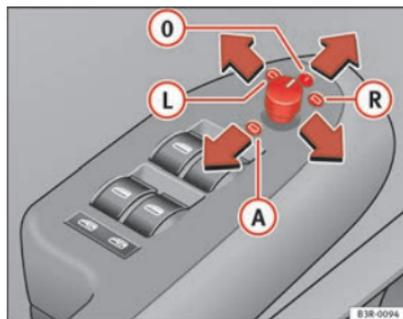

Fig. 104 Particolare del braccio pomello di regolazione
- Girare la manopola nella posizione ⇒ fig. 104 **L** (specchio sul lato del conducente) o nella posizione **R** (specchio sul lato del passeggero).
All'inserimento della retromarcia la superficie dello specchio si inclina leggermente verso il basso, a condizione che la manopola sia in posizione **R**, cioè nella posizione per la regolazione dello specchio sul lato del passeggero ⇒ fig. 104. In questo modo durante la manovra di parcheggio si può vedere il bordo del marciapiede. ▶